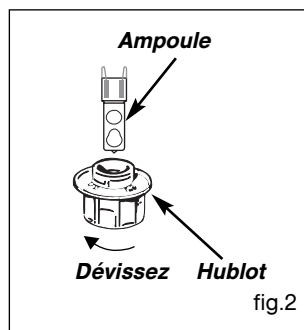

fig.2
- Dévissez le hublot vers la gauche (fig.2),